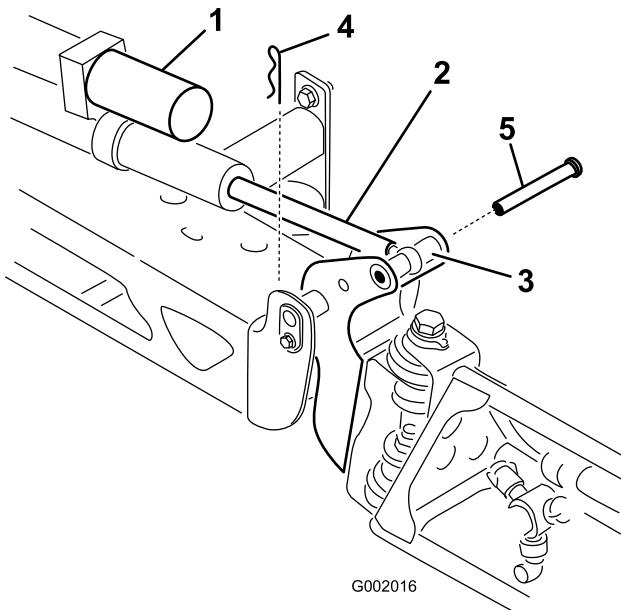

Figura 43
2. Togliete la coppiglia dal perno di articolazione (Figura 43).
3. Sollevate la barra e togliete il perno (Figura 43). Abbassate lentamente la barra al suolo.
il perno attraverso il perno della barra e l'asta dell'attuatore (Figura 43).